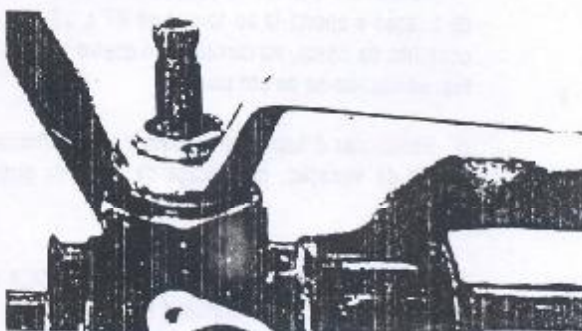

Figura 4.19.8 - Remoção da porca do pinhão
8. Remover a porca do conjunto do pinhão e remover o pinhão, juntamente com o rolamento de esferas (figura 4.19.8).